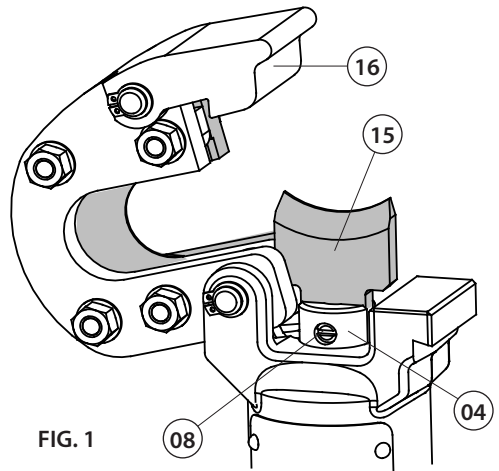

FIG. 1
4. MESSERWECHSEL (Siehe Bild 1 und 2)